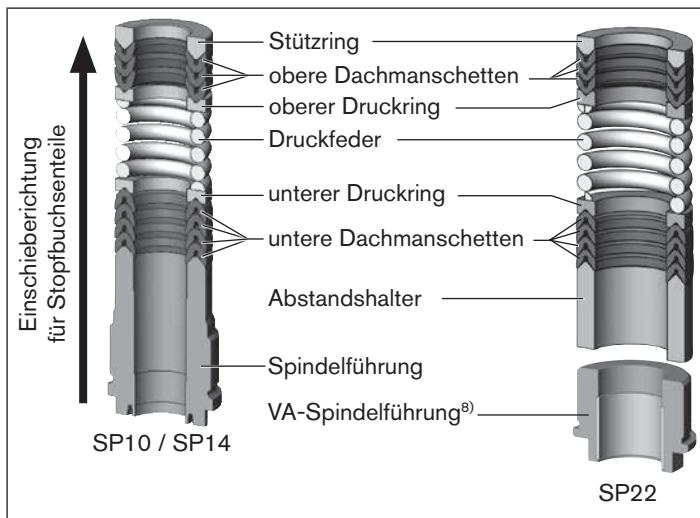

Bild 28: Dichtungssatz für Stopfbuchse
- Die Einzelteile in vorgegebener Richtung und Reihenfolge auf die Spindel stecken (wie im „Bild 28: Dichtungssatz für Stopfbuchse“ dargestellt).